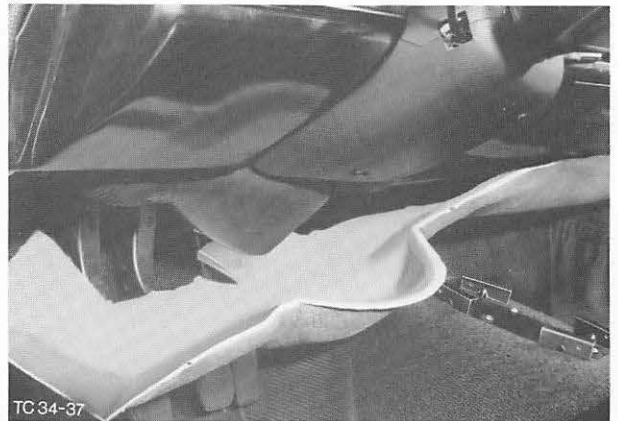

Abb. 16 Fußraumabdeckung ausbauen
3. Fußraumabdeckung ausbauen (5 Schrauben). Haltezungen umbiegen und Fußraumabdeckung herausnehmen. Abb. 16.